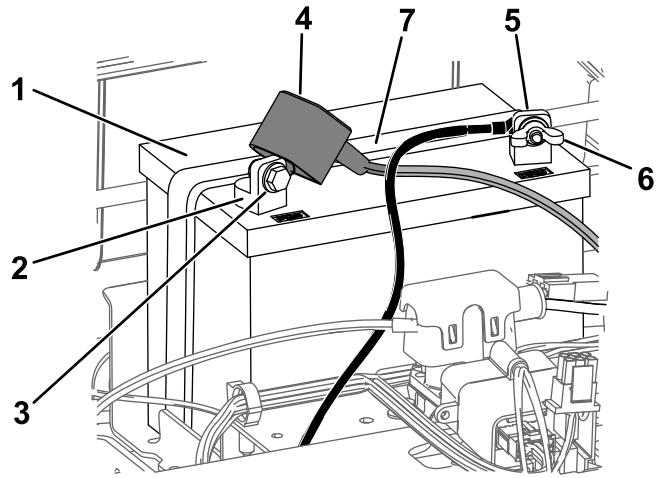

Figura 47
- Desconecte el cable negativo de tierra (negro) del borne de la batería (Figura 47).
- Desconecte el cable positivo (rojo) del borne de la batería (Figura 47).
- Retire la correa de sujeción de la batería (Figura 47) y levante la batería para retirarla de su bandeja.
1. Coloque la batería en la bandeja (Figura 47).
5. Fije la batería con la correa de sujeción (Figura 47).